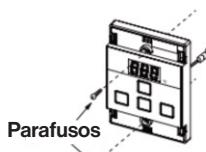

Fig. 2
4. Remova cuidadosamente as tampas de acabamento do controle remoto, usando uma chave de fenda (Fig. 2).